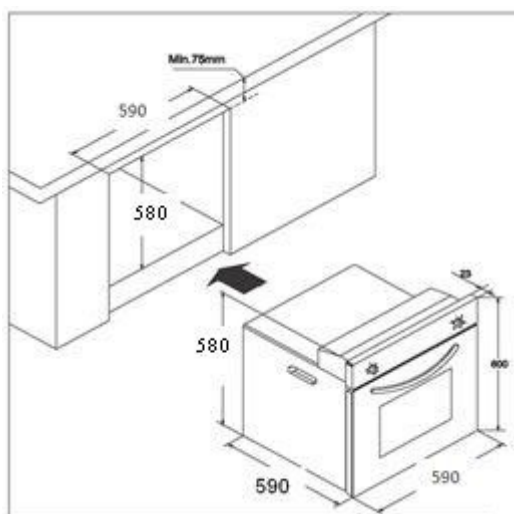

Рис. 2
4.2.1. Данная духовка предназначена для встраивания в кухонный гарнитур. Она может быть установлена как под столешницей, так и в шкафчике выше, на уровне глаз. Прорежьте отверстие в кухонном гарнитуре, как показано на Рис.2. Убедитесь, что опоры под духовкой достаточно сильные, чтобы выдержать ее вес.